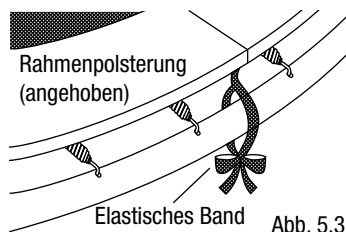

Abb. 5.3
- c) Ziehen Sie die elastischen Bänder fest, die sich nicht über einem Beinstützen befinden, so dass die Rahmenpolsterung den Rahmen bedeckt. Knüpfen Sie die beiden Enden zusammen. (s. Abb. 5.3)